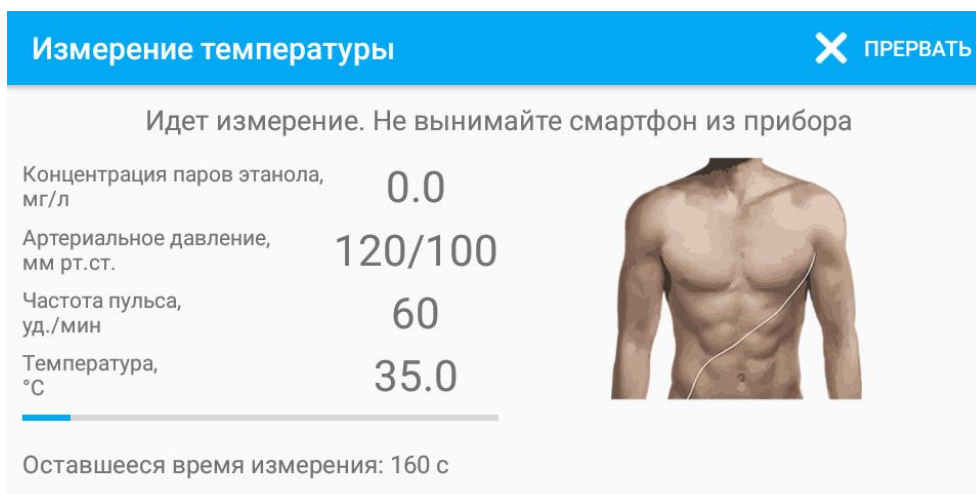

Рисунок 31 - Измерение температуры МТК
2. На экране будет отображен индикатор процесса измерения температуры и фактическое числовое значение температуры в °С (рисунок 31).